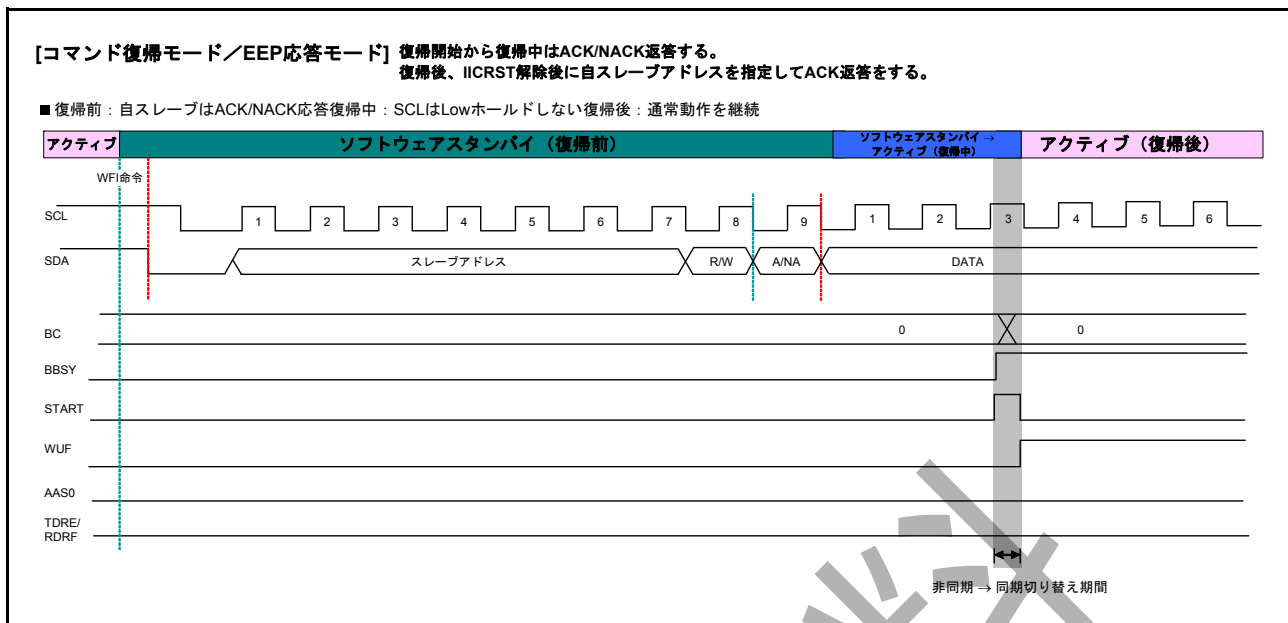

図 26.37 コマンドリカバリモードと EEP 応答モードのタイミング
1. スレーブアドレスの一致によってトリガされたウェイクアップ割り込みにより、以下のような通常動作への遷移が行われます。図 26.37 に詳細なタイミングを示します。